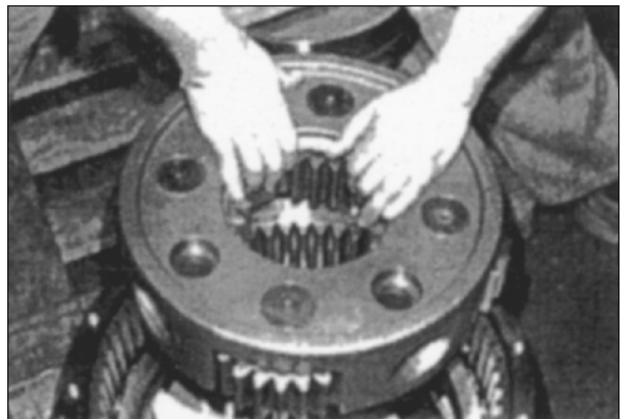

Рис. 88
26. Извлеките блок третьей передачи из ступицы. Рис. 88.